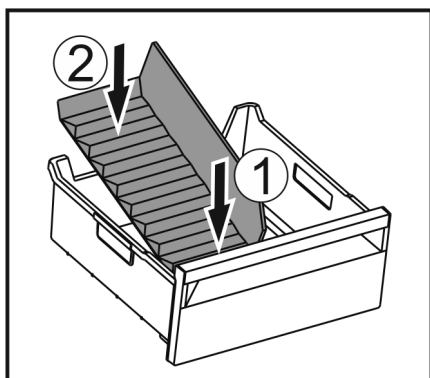

Fig. 214
- Installer la partie avant du séparateur de congélateur. Fig. 214 (1)
- Abaisser la partie arrière du séparateur de congélateur jusqu'au fond du tiroir. Fig. 214 (2)